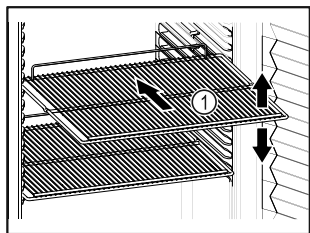

Fig. 77 Représentation à titre d'exemple
- ❑ Si les surfaces de rangement Fig. 77 (1) sont mobiles, les régler en hauteur.